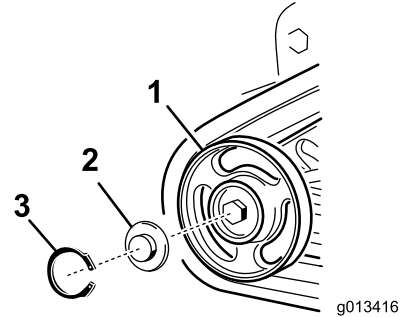

Figura 52
4. Retire la anilla a presión y el tapón de una de las ruedas de rodaje (**Figura 52**).
5. Compruebe la grasa que hay debajo del tapón y alrededor de la junta (**Figura 52**). Si está sucia, tiene arenilla o queda poca grasa, elimine toda la grasa, cambie la junta, y añada grasa nueva.
7. Coloque el tapón engrasado sobre la cabeza del perno (**Figura 52**).
8. Sujete el tapón de la rueda de rodaje con la anilla a presión (**Figura 52**).